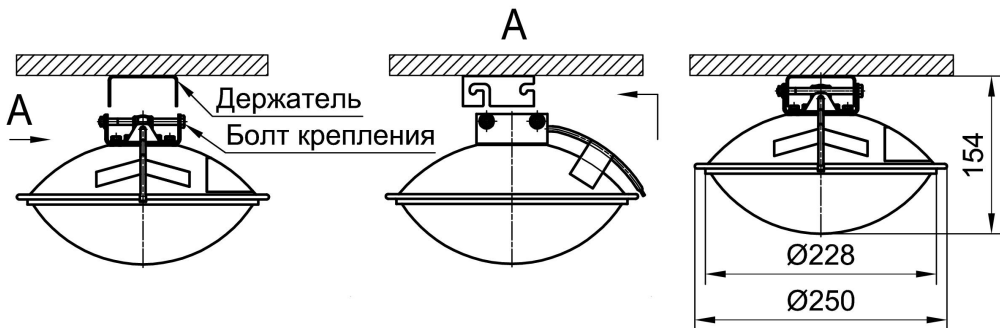

Рисунок 4 - Схема крепления МПП
13. Габаритные размеры, мм	см. рисунок 4